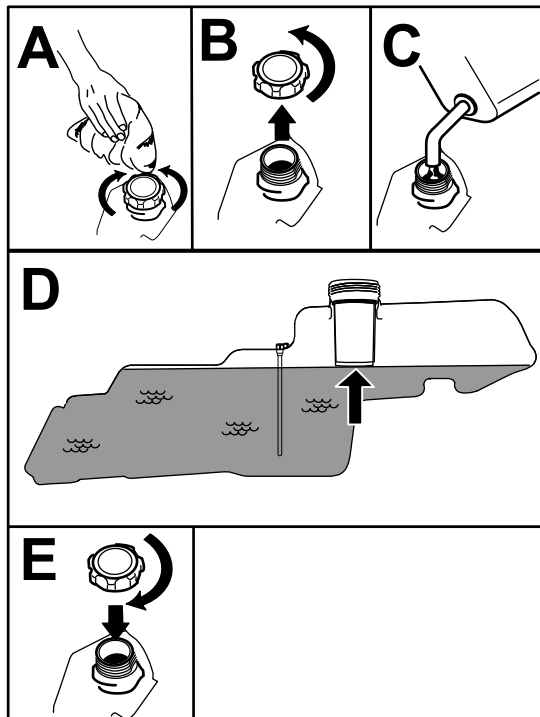

Figure 7
5. Remplissez le réservoir de carburant jusqu'à la base du goulot de remplissage (Figure 7). Ne remplissez pas complètement le réservoir de carburant.